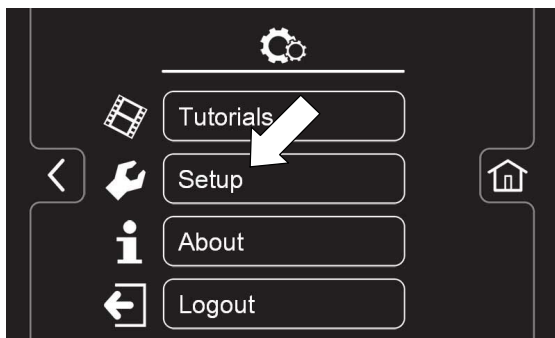

ABB. 121
3.  Drücken Sie die Setup- Taste, um auf den Setup- Bildschirm zuzugreifen (Abbildung 121).